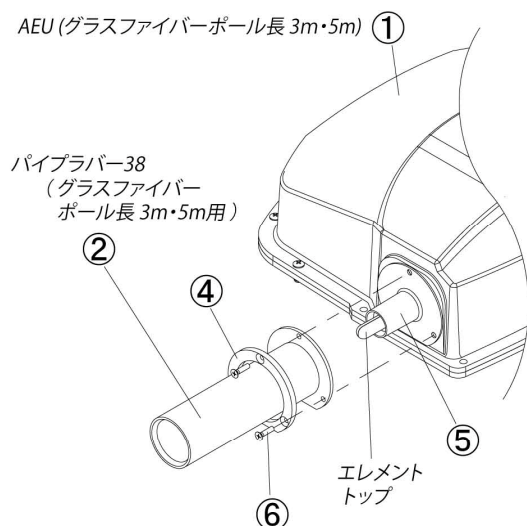
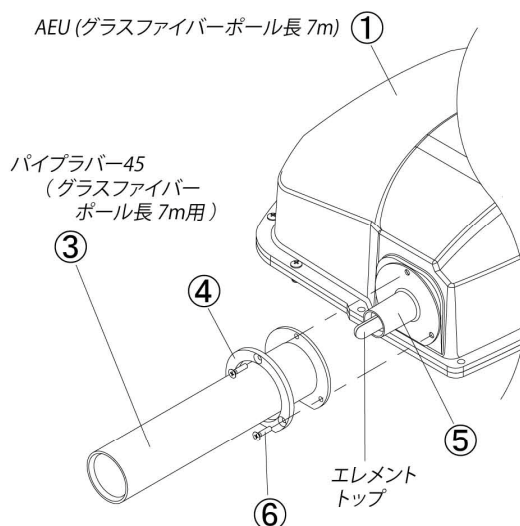

図1-1
図1-2
工場出荷時のAEUは、「図1-1、図1-2」にある②パイプラバー38、③パイプラバー45が組付けてありません、④ラバーサポートのみが組付けてあります。
「表1、図1-1、図1-2」に従って組立て直してください。
[表1、図1-1、図1-2参照]
- ・ [表1、図1-1、図1-2] はAEU1台分の部品構成表・図です。モデルによって組立てる台数は異なります。例えばKA1-406SであればAEU6台を組立てます。
- ・ パイプラバーは、AEUに搭載されているエレメントの長さによって二種類の長さがあります。使用するガラスファイバーポールの長さが「3m・5m」のAEUは、長さが短い「②パイプラバー 38」を使用します。これはガラスファイバーポール長 3m・5mの専用の部品です。
- ・ 使用するガラスファイバーポールの長さが7mのAEUは、長い「③パイプラバー 45」を使用します。これはガラスファイバーポール長 7mの専用の部品です。